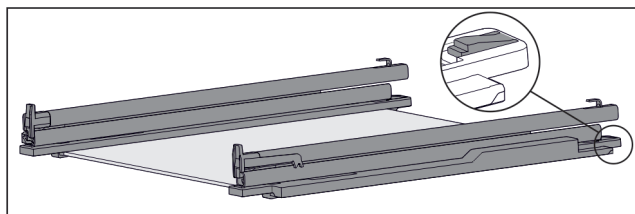

Fig. 99 Glashylla med skenor och fästdelar
- Tryck ned bakre fästdel (se Fig. 99) och skjut samtidigt skena bakåt.